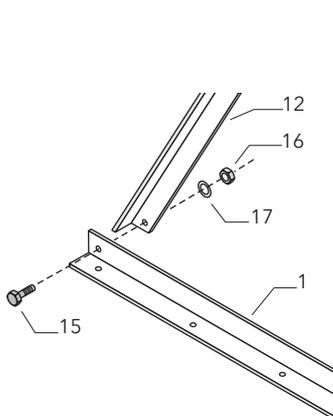

Bild 14 Kollektorprofil mit Bodenprofil verschrauben.
Anschließend nach Bild 14 die Verstellchiene (11) unten mit dem Bodenprofil (1) mit Hilfe der Hammerkopfschraube (13) und Mutter (14) verbinden. Die Hammerkopfschraube in die Nut einstecken und dann um 90° drehen (N).